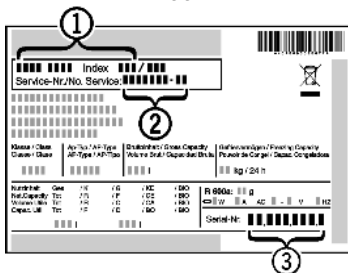

Fig. 21
- ▶ Lue laitekuvaus Fig. 21 (1), huolto numero Fig. 21 (2) ja sarjanro Fig. 21 (3) tyyppikilvestä. Tyyppikilpi sijaitsee koneen sisäpuolella vasemmalla.